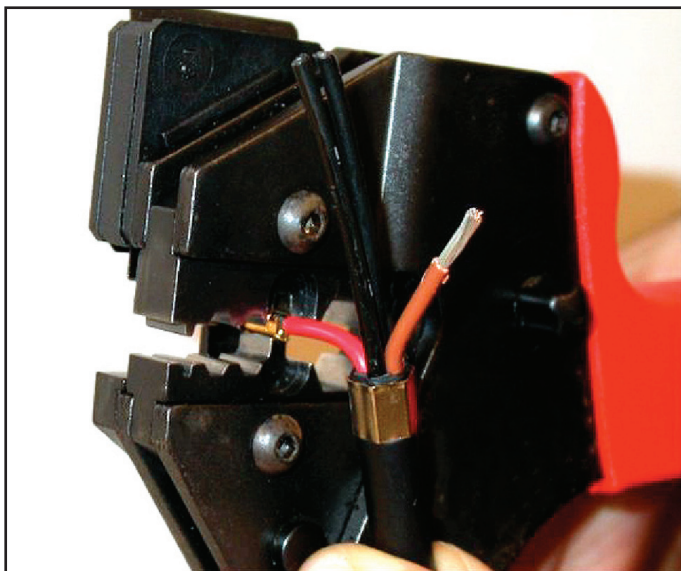

рисунок 45.14: Обжимка гнездового контакта (2)
- 11 Задвиньте один зачищенный медный провод в область гнездового контакта и сожмите опрессовочные клещи, чтобы обжать контакт гнезда на медном проводе (см. рисунок 45.14).